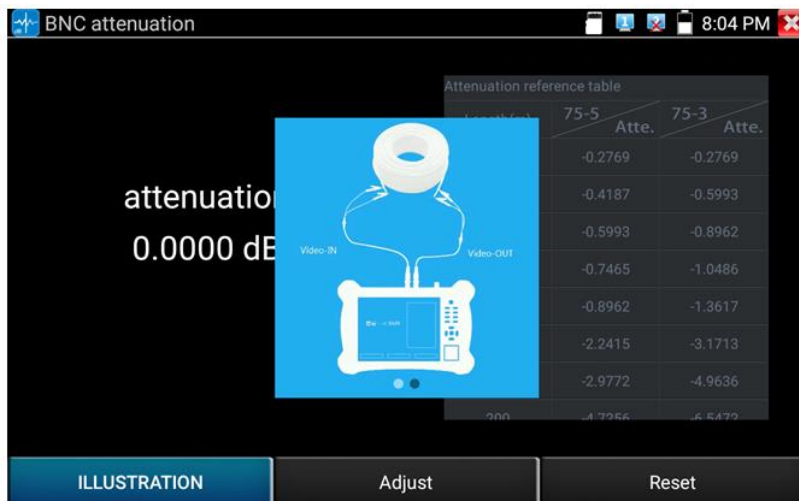

Рис. 156 Результат работы инструмента
- 2) После калибровки прибор покажет степень затухания (attenuation), рис. 156